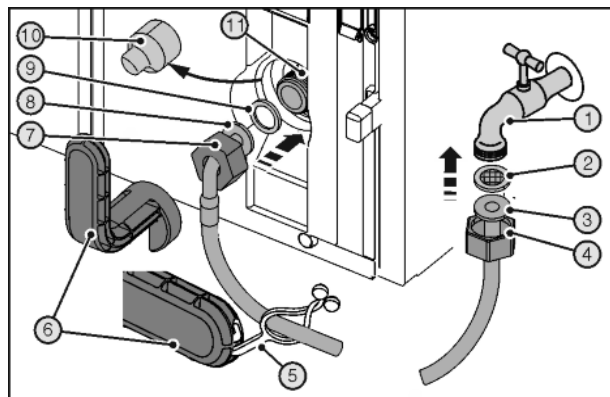

Fig. 41
Řezné rány způsobené rozbitými pomocnými nástroji Fig. 41 (6).
- ▶ Použijte pomocné nástroje Fig. 41 (6) výhradně při pokojové teplotě.
- ▶ Matici Fig. 41 (4) posuňte přes rovný konec hadice Fig. 41 (3) až na konec a držte.
- ▶ Záchytné sítko Fig. 41 (2) vložte do matice Fig. 41 (4).
- ▷ Sítko Fig. 41 (2) leží na plochu na rovném konci hadice Fig. 41 (3) a lehce se přidržíte.
- ▶ Matici Fig. 41 (4) společně se sítkem Fig. 41 (2) přiléhajícím na rovném konci hadice Fig. 41 (3) připojte k uzavíracímu kohoutu Fig. 41 (1).
- ▶ Předchozím otevřením uzavíracího kohoutu Fig. 41 (1) na přívodu vody odvzdušněte vodní potrubí a naplňte je vodou. Přitom držte hadici v kyblíku.
- ▶ Stáhněte kryt Fig. 41 (10).
- ▶ Matici Fig. 41 (7) posuňte přes zahnutý konec hadice Fig. 41 (8) až na konec a držte.
- ▶ Těsnění Fig. 41 (9) navlhčete a přitlačte do matice Fig. 41 (7) na zahnutém konci hadice Fig. 41 (8).
- ▷ Těsnění Fig. 41 (9) leží na plochu na zahnutém konci hadice Fig. 41 (8) a lehce se přidržíte.
- ▶ Matici Fig. 41 (7) společně s těsněním Fig. 41 (9) přiléhajícím na zahnutém konci hadice Fig. 41 (8) připojte k elektromagnetickému ventilu Fig. 41 (11).
- ▶ Utahujte přípojky pomocným nástrojem Fig. 41 (6) ve směru hodinových ručiček, dokud nebude dosažen maximální utahovací moment a pomocný nástroj Fig. 41 (6) se přetáčí.
- ▶ Otevřete uzavírací kohout Fig. 41 (1) na přívodu vody a proveďte těsnost celého vodního systému.
- ▶ Zahákněte styčnick Fig. 41 (5) do pomocného nástroje Fig. 41 (6) a upevněte k uschování na nerezové hadici.